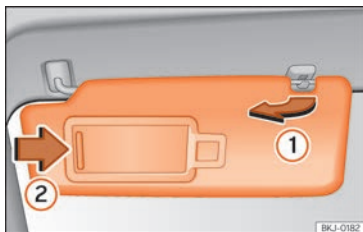

Fig. 79 Parasolarul
- Parasolarul poate fi scos din cadru și rotit spre ușă » » » **fig. 79 ①**.